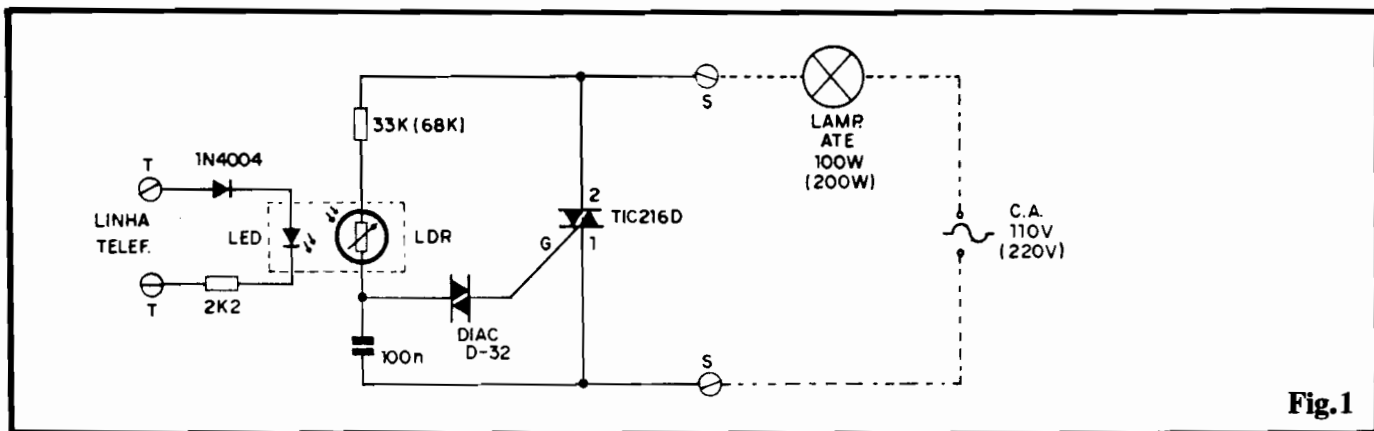

Fig. 1
- FIG. 1 - DIAGRAMA ESQUEMÁTICO DO CIRCUITO - Nada poderia ser mais simples... Em essência, todo o arranjo não passa de uma chave opto-eletrônica de Potência que, promovendo uma absoluta isolamento entre a linha telefônica (e usando um "pouquinho" da energia desta, presente nos momentos em que soa o sinal de chamada...) e a rede local de C.A., permite acionar um dispositivo de alta energia, tipicamente uma lâmpada convencional, de filamento, tendo como "ga-